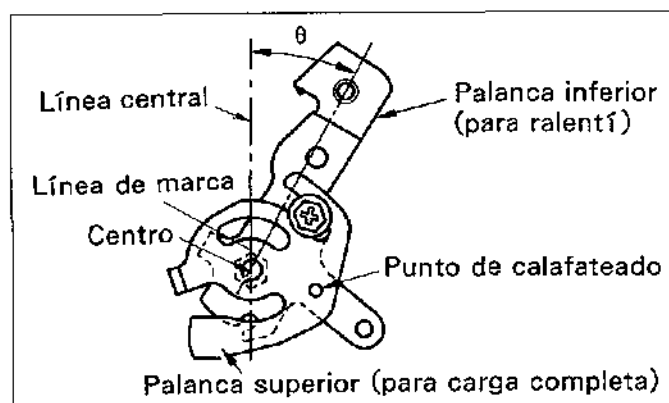

Figura.14-56 Tipo de dos palancas
2) Cuando es necesario reemplazar la palanca, no la desmonte; reemplace el juego entero por otro nuevo. Antes de reemplazar la palanca, mida el ángulo como se muestra en la figura.14-56 y reemplácela por otra que tenga el mismo ángulo θ .